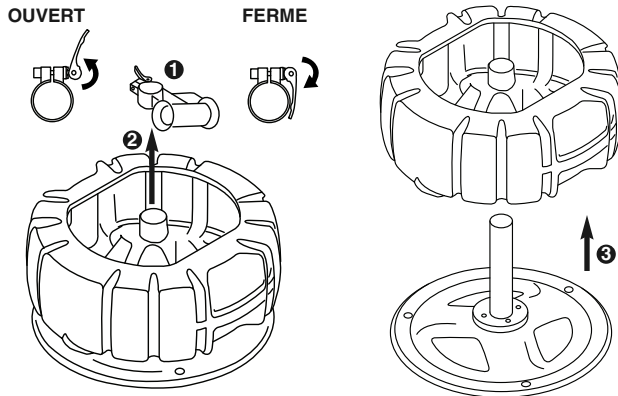

Figure 5 – Remplacement du tambour
1. Ouvrez le loquet rapide du guide-câble (Figure 5).